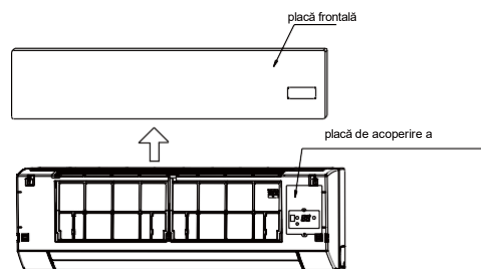

Fig. 7-1
- 1 Scoateți placa frontală, apoi demontați placa de acoperire a afișajului (consultați Fig 7-1).